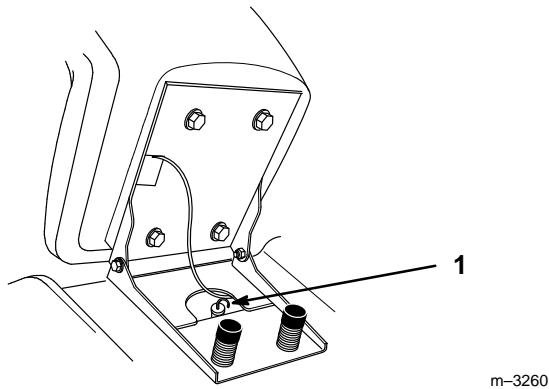

Abbildung 48
- Den Bereich um den Transmissions-Peilstab herum reinigen (Abb. 48), damit kein Schmutz in die Einfüllöffnung fallen und die Hinterachse und Kardanwelle beschädigen kann.
- Den Transmissions-Peilstab herausziehen und das Metallende sauber wischen (Abb. 48).
6. Langsam die angegebene Nachfüllmenge Öl in das Einfüllrohr gießen (Abb. 48).